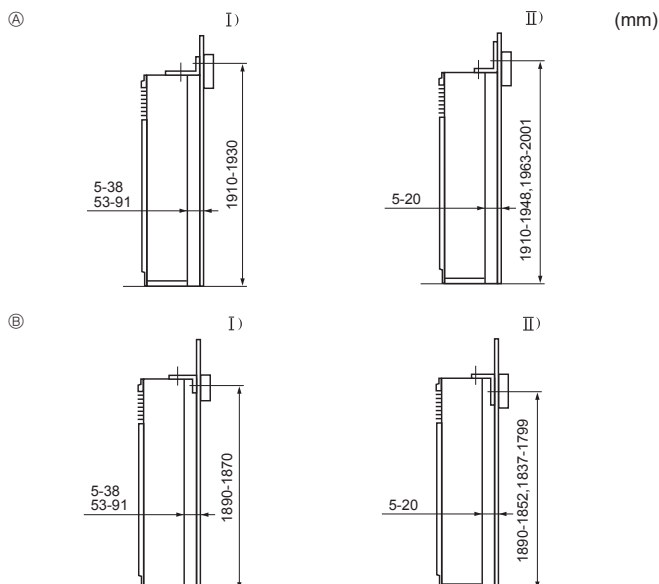

Fig. 3-3
- ① Beslag til forhindring af væltning
Beslaget til forhindring af væltning ① placeres på toppen af enheden. Fjern de selvskærende skruer ② og monter beslaget igen som vist på tegningen. Se Fig. 3-3 vedrørende korrekt monteringsafstand.
- ② Skrue
- ③ Fjern skruen ③ og træk gitteret fremad for at fjerne det.
3.3. Montering af beslaget til forhindring af væltning (Fig. 3-3)